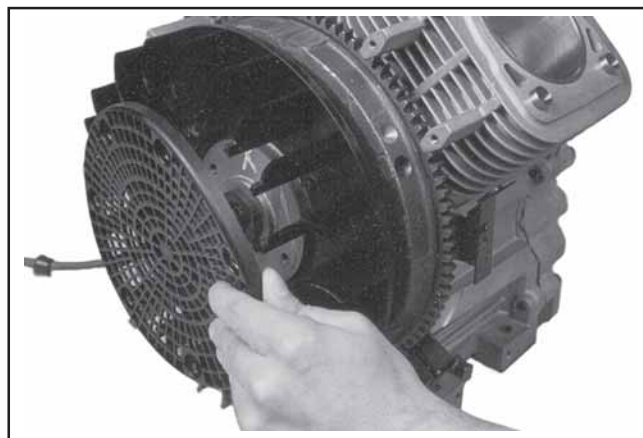

Figure 9-43. Dépose de la grille de protection en plastique.
1. Sur les moteurs comportant une grille plate en plastique, de petites fixations en métal sont attachées sur trois des sept raccords pour un bon maintien de la grille en plastique. Utiliser un outil à crochet près du raccord et tirer vers l'extérieur pour séparer chaque petite fixation en métal. Retirer la grille des raccords de montage. Voir la Figure 9-43.